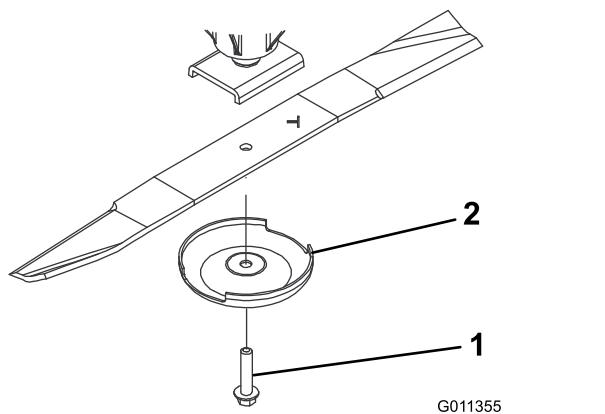

図 64
2. ぼろきれや厚いパッドの入った手袋を使ってブレードの端部をしっかりと握る。スピンドルのシャフトからブレードボルト、芝削り防止カップ、ブレードを取り外す図 64。